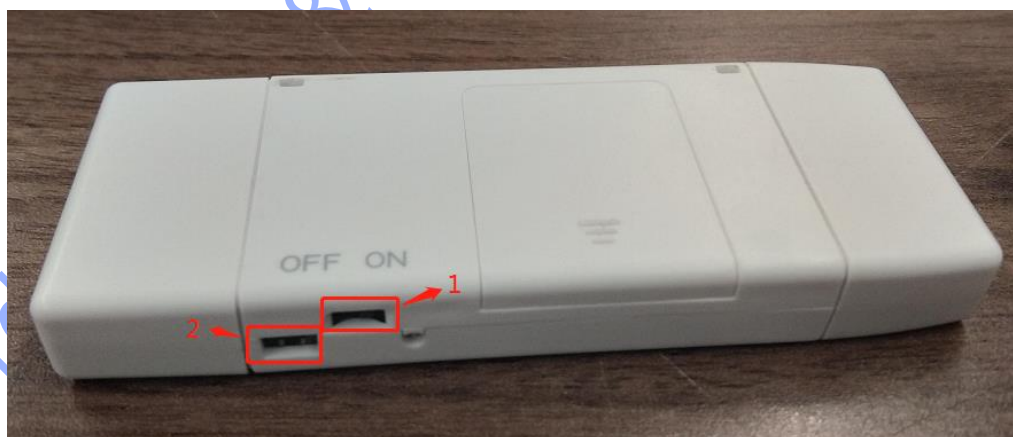

图 3-2 Dongle 开关拨向示意图
①: 种类一：供电方式选择；种类二：功能选择，烧写固件时要拨向 USB 线标识那边。
②: 种类一：外部电源供电口；种类二：NC。
③: 复位按键。
- 种类一：若采用 USB 串口供电，应使图 3-2 中标识 1 开关处在 ON 端。若采用外部电源供电，应使图 3-2 中标识 1 处开关处在 OFF 端。图 3-2 处标识 2 为外部电源供电接口，正负按 Dongle 上标识。